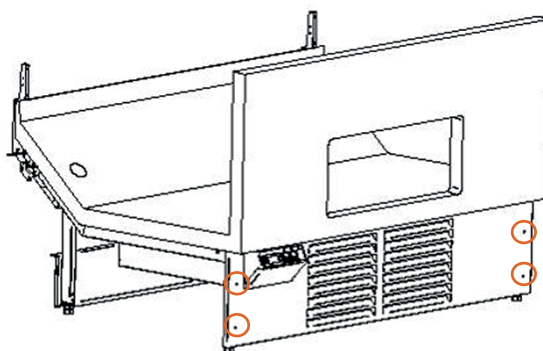

Abb. 32
- Entfernen Sie die Schutzabdeckung, indem Sie die Schrauben an den markierten Stellen entfernen (Abb. 32).